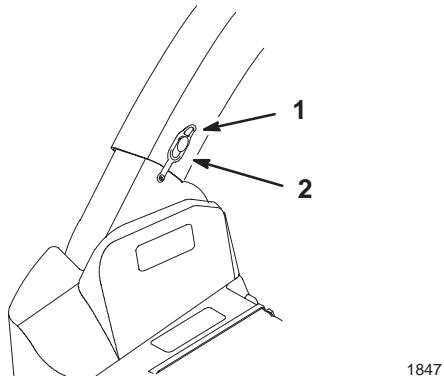

Figure 31
- Décrochez l'attache en caoutchouc du bouton (Fig. 31).
- Dégarez le bas du tube d'éjection de l'ouverture du souffleur (Fig. 31). Sortez le haut du tube d'éjection du couvercle du dispositif de ramassage.